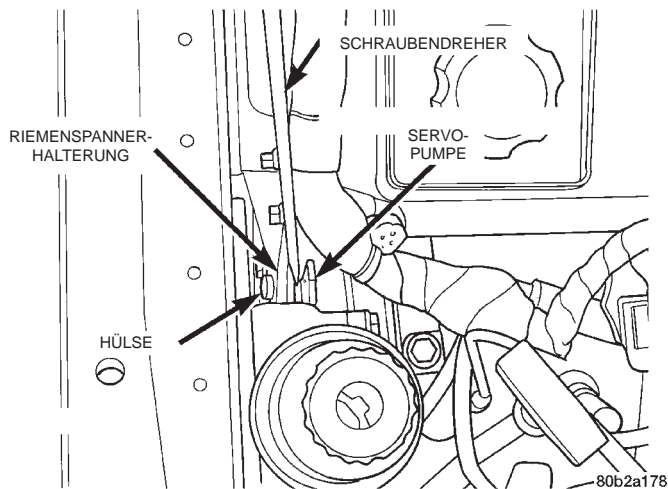

Abb. 7 Hülse zwischen Riemenspannerhalterung und Servopumpe
(12) Einen Schraubendreher zwischen die Servopumpe und die Hülse in der Riemenspannerhalterung stecken (Abb. 7). Die Hülse mit dem Schraubendreher in der Halterung nach vorn drücken, bis sie bündig an der Rückseite der Riemenspannerhalterung anliegt (Abb. 7).
HINWEIS: Beim Festziehen der Servopumpenschraube, die durch die Hülse gesteckt ist (Abb. 7), sicherstellen, dass die Hülse vollständig an der Servopumpe anliegt.